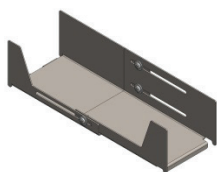

Figura 29
- 7.1 Mirando hacia el frente del marco, instale primero la bandeja de enrutamiento izquierda (Figura 29). Con la bandeja en la posición colapsada, coloque en la ubicación deseada y extienda la bandeja hasta que las pestañas queden posicionadas en la ranura de enrutamiento izquierda (Figura 32) y sobre el cuerpo del marco central respectivamente.